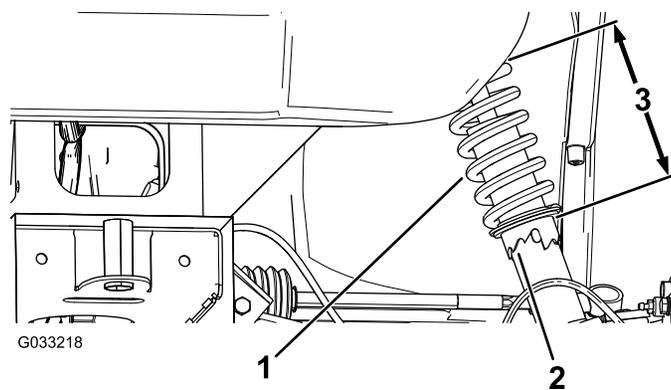

Figura 46
1. Utilizzando l'utensile Toro 132-5069, ruotate il collare sull'ammortizzatore per cambiare la lunghezza della molla (Figura 46).